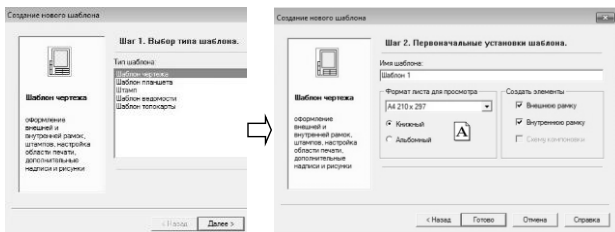

Рис. 34 Создание шаблона чертежа
1. Из меню **Ведомости/Редактор шаблонов/Создать шаблон** вызовите мастер создания нового шаблона чертежа. Определите следующие начальные настройки шаблона: формат A4 в книжной ориентации, создание внутренней и внешней рамки (рис. 34).